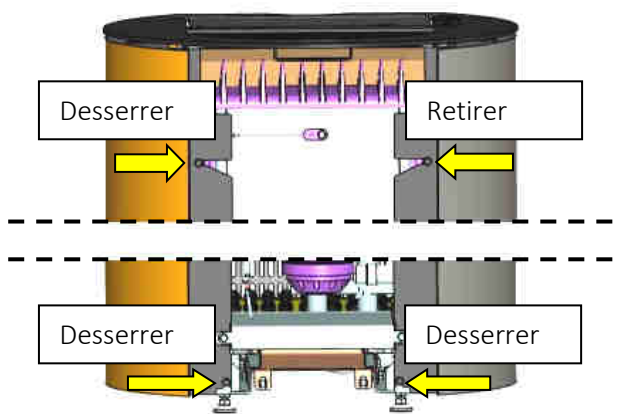

Fig. 13 : desserrer les vis (face avant)
2. Desserrer ou retirer les 4 vis sur la face avant selon la Fig. 13, deux vis étant situées en haut et les deux autres en bas